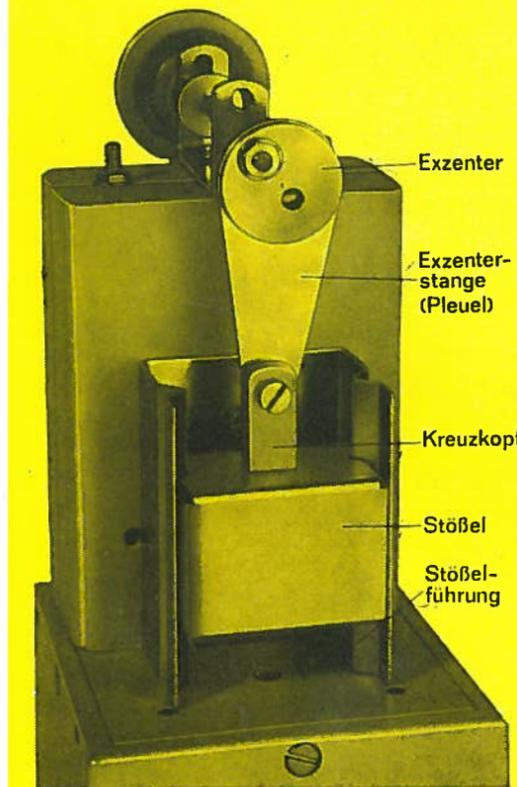

Bild 26
- 5.6. Schließe den Elektromotor nach Schaltplan (Bild 26) an!
- 6.5. Welche Bedeutung hat die Schaltung nach Schaltplan Bild 26?